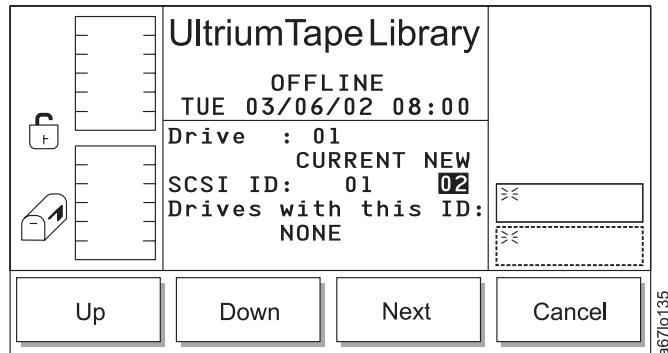

Abbildung 51. Laufwerk-SCSI-ID-Dialog
1. Drücken Sie den Knopf unter dem Programmfunctionssymbol **Next**. Der Laufwerk-SCSI-ID-Dialog erscheint (siehe Abb. 51 auf Seite 68).
Tabelle 15. Übersetzung von Abb. 51, Laufwerk-SCSI-ID-Dialog